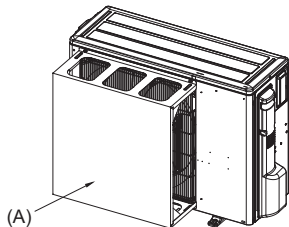
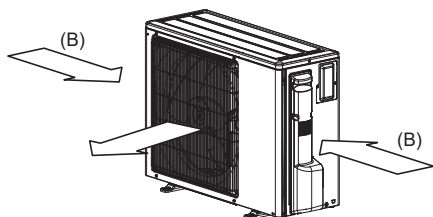

Fig. 2-5
Fig. 2-6
- (2) Monter en beskyttende luftkanal (ekstraustyr) hvis enheten monteres på et sted der sterk vind fra en orkan osv. kan komme direkte inn i luftutløpet. (Fig. 2-5)
- (A) Veiledning for luftbeskyttelse
- (3) Posisjoner enheten slik at luftutløpet står vinkelrett på den rådende vindretningen for årstiden, hvis det er mulig. (Fig. 2-6)
- (B) Vindretning